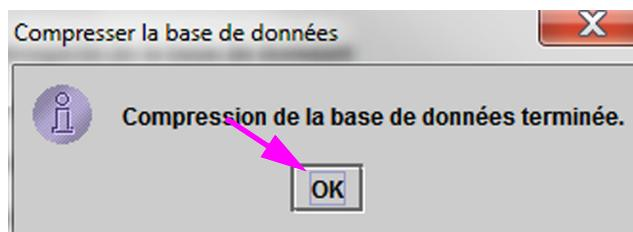

Figure 5-84. Boîte de dialogue Compresser la base de données terminée
3. Cliquez sur **Continuer** pour compresser la base de données. Lorsque la compression de la base de données est terminée, la boîte de dialogue Compresser la base de données terminée s'affiche. Voir Figure 5-84.